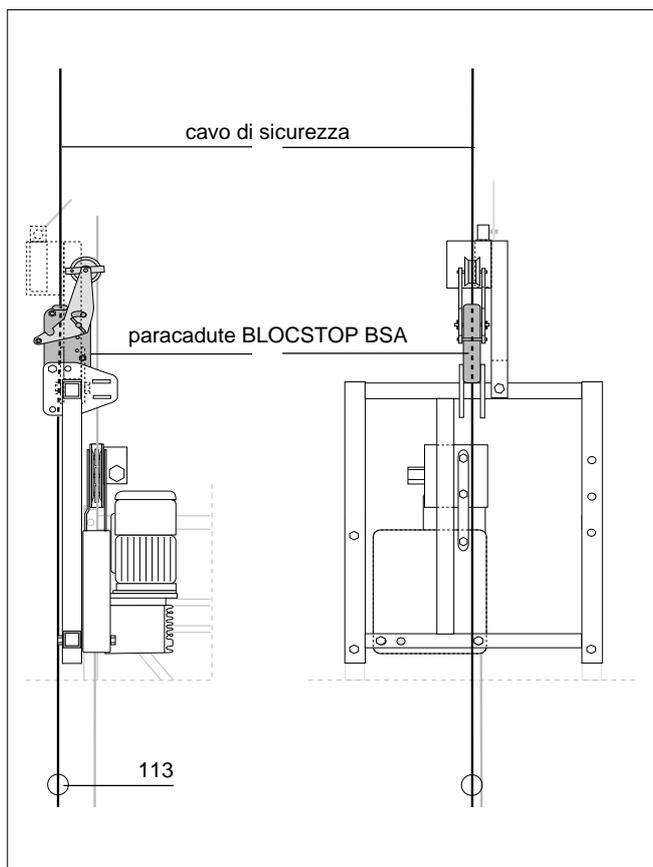

Fig. 1.22
a) . . . sulle testate di estremità (Fig. 1.22)
- Prima di infilare il cavo di sicurezza (152) nel paracadute BLOCSTOP BSA (109), verificare che esso non si sia attorcigliato con il cavo portante (151).
- Fissare il contrappeso (113) su ciascun cavo di sicurezza a circa 20 cm dal suolo.